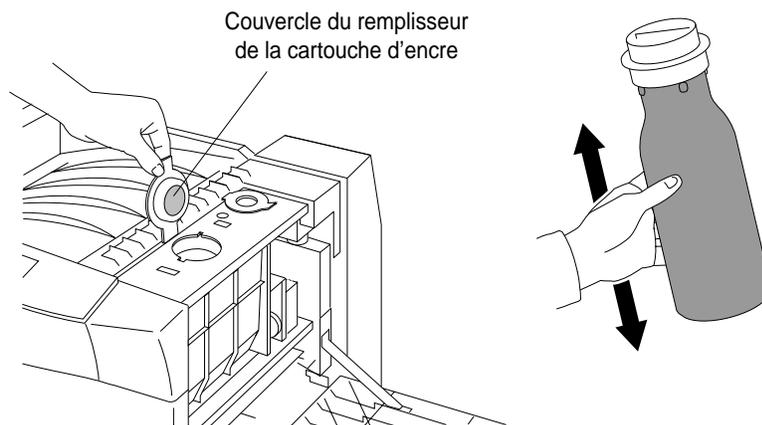

Figure 4-2 Ouverture du couvercle du remplisseur de la cartouche d'encre et agitement de la bouteille d'encre
5. Ouvrez le couvercle du remplisseur de la cartouche d'encre (rabat frontal), comme illustré à la Figure 4-2.